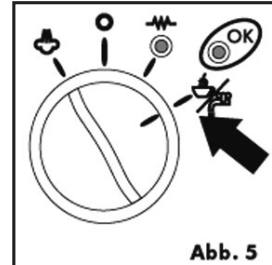
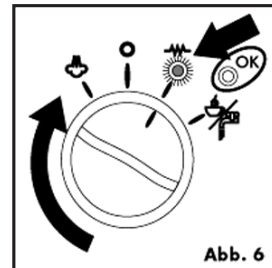

Abb. 5
Abb. 6
b) Drehen Sie den Wahlschalter auf die Position  (Abb. 5). Die Pumpe beginnt zu arbeiten. Abwarten, bis das Wasser aus dem Heißwasseraustritt ausfließt, dann drehen Sie den Wahlschalter auf die Position  (Abb. 6). Nach ca. 2 Minuten schaltet sich die Kontrollleuchte ein (Abb. 7). Damit wird angezeigt, dass das Wasser (im Wasserkessel) die richtige Temperatur erreicht hat.
- Zur Vorheizung drehen Sie den Wahlschalter auf die Position  (Abb. 6). Dabei stets darauf achten, dass der Filterhalter in der Maschine eingerastet ist und der Dampfdrehknopf verschlossen ist.
- Lassen Sie kurze Zeit Heißwasser laufen, indem Sie den Wahldrehschalter in die Position  (Abb. 5) drehen.
6. Sicherstellen, dass die Kontrolllampe „OK“ Espresso (Abb. 7) aufleuchtet (andernfalls abwarten, bis sie aufleuchtet), dann so lange auf die Kaffeeabgabe-Position ☞ (Abb.5) stellen, bis die gewünschte Menge erreicht ist. Um die Abgabe zu unterbrechen, nochmals den Wahldrehschalter auf ☞ drehen (Abb.6).
1. Die Maschine durch Drehen des Wahldrehschalters auf die Position  (Abb. 6) einschalten.
3. Sobald die Kontrolllampe „OK“ aufleuchtet, den Wahldrehschalter auf  stellen (Abb.5) und gleichzeitig den Dampfdrehknopf gegen den Uhrzeigersinn drehen (Abb.18): Das warme Wasser wird aus der Aufschäumdüse austreten;